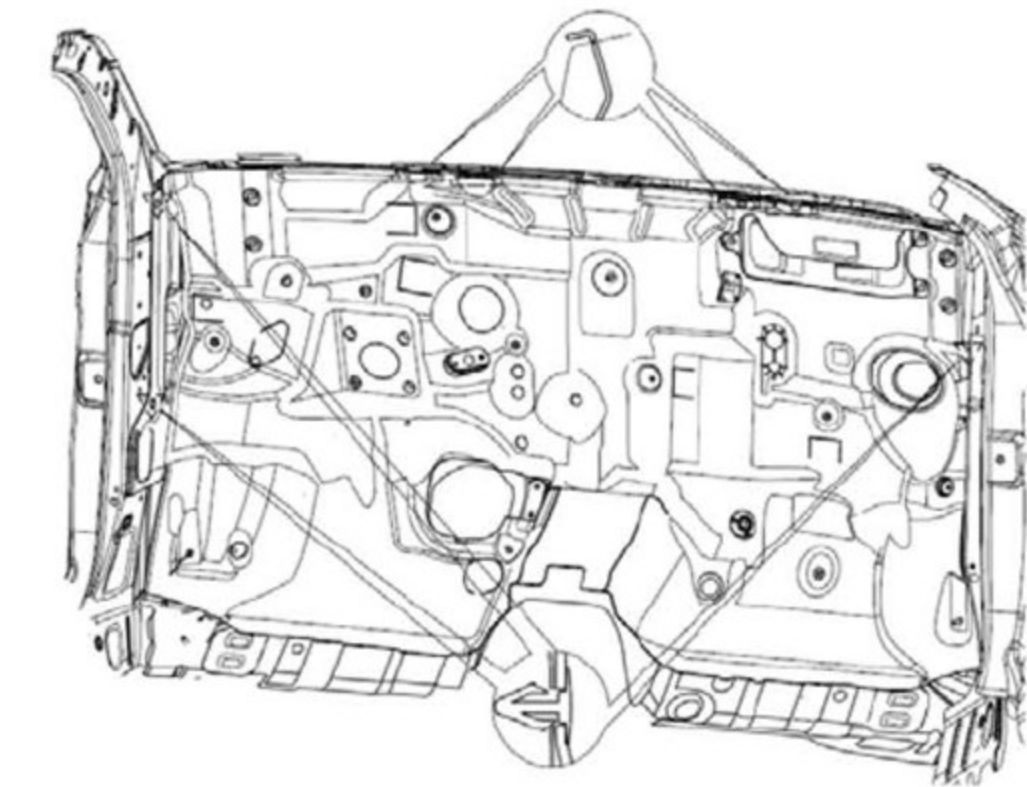

图 7-8-1 前围隔热层拆卸示意图
(2) 用平口螺丝刀辅助撬松三个固定卡扣（图 7-8-1 所示）并取下，然后再把隔热层上边缘从钣金挂耳上脱离，再把前围隔热层往后从钣金上退出来即可。